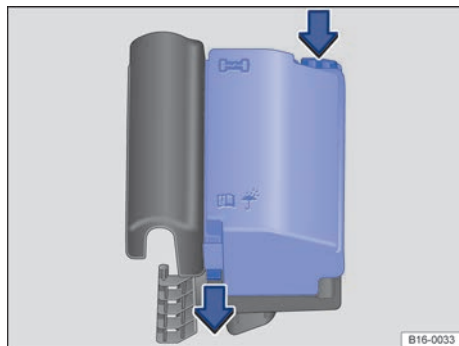

Fig. 199 En el vano motor: cubierta de la caja de fusibles.
- Para desbloquear la cubierta de la caja de fusibles, presione las teclas de bloqueo en el sentido que indican las flechas → fig. 199.